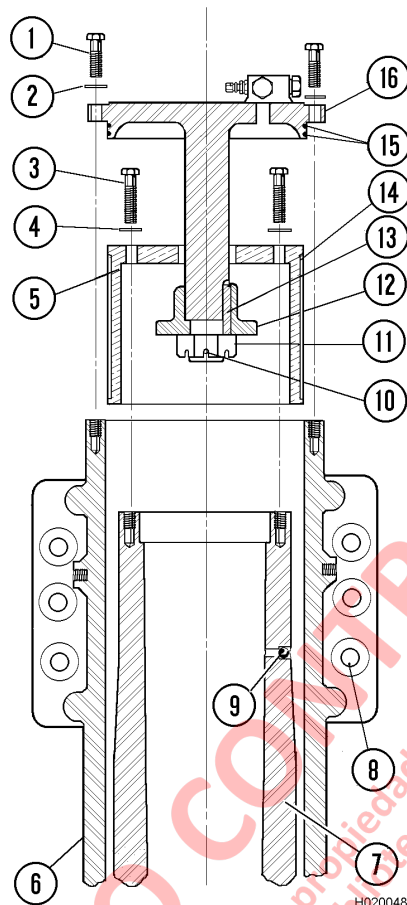
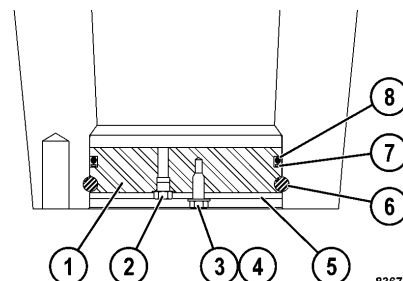

FIGURA 2-12. DESMONTAJE DEL VÁSTAGO DEL PISTÓN
FIGURA 2-13. TAPÓN DEL PISTÓN
1. Con la suspensión en posición vertical (casquillo extremo hacia arriba), retire los pernos (1, Figura 2-12) y las arandelas endurecidas (2).
6. Enganche un dispositivo de levante al pistón (7) y levántelo cuidadosamente de la caja.
8. Si el pistón (7) tiene un tapón extraíble (1, Figura 2-13) en la parte inferior:
- a. Saque el perno (3), la arandela plana (4) y la placa de retención (5). Empuje el tapón (1) hacia adentro lo suficiente para quitar el anillo de retención (6).
- b. Vuelva a instalar el perno (3) y utilice un martillo deslizante para retirar el tapón del pistón. Retire el anillo de respaldo (7) y la junta tórica (8) del tapón.
1. Si el pistón (7, Figura 2-12) tiene un tapón extraíble (1, Figura 2-13) en la parte inferior:
- a. Lubrique a cabalidad la junta tórica (8) y el anillo de respaldo (7). Instale un nuevo sello de junta tórica (8) y un nuevo anillo de respaldo (7) en el tapón. Use un mazo de goma para asentar el tapón del pistón.
- b. Instale el tapón (1) en el pistón lo suficiente para dejar expuesta la ranura del anillo de retención. Instale el anillo de retención (6). Instale la placa de retención (5), la arandela plana (4) y el perno (3). Apriete el perno a **122 N·m (90 lb-ft)**.
3. Instale juntas tóricas nuevas y anillos de respaldo nuevos (15, Figura 2-12) en las ranuras del casquillo extremo. Los anillos de respaldo deben ubicarse hacia la pestaña del casquillo extremo (16).
4. Instale el nuevo rodamiento superior (14) en el retén del rodamiento superior (5).
5. Deslice el conjunto del retén del rodamiento superior sobre la porción de la varilla del casquillo extremo (16).
6. Instale la llave (13) y el tope del pistón (12) en la varilla del casquillo extremo. Asegúrese de que el tope del pistón está asentado completamente contra el lomo de la varilla.
7. Instale la tuerca (11) contra el tope del pistón. Apriete la tuerca $\frac{1}{2}$ vuelta hasta que el orificio para el pasador cilíndrico (10) esté alineado. Instale el pasador cilíndrico (10).
8. Enganche un dispositivo de levante a la parte lateral del conjunto del casquillo extremo. Baje el conjunto del casquillo hacia el pistón (7).